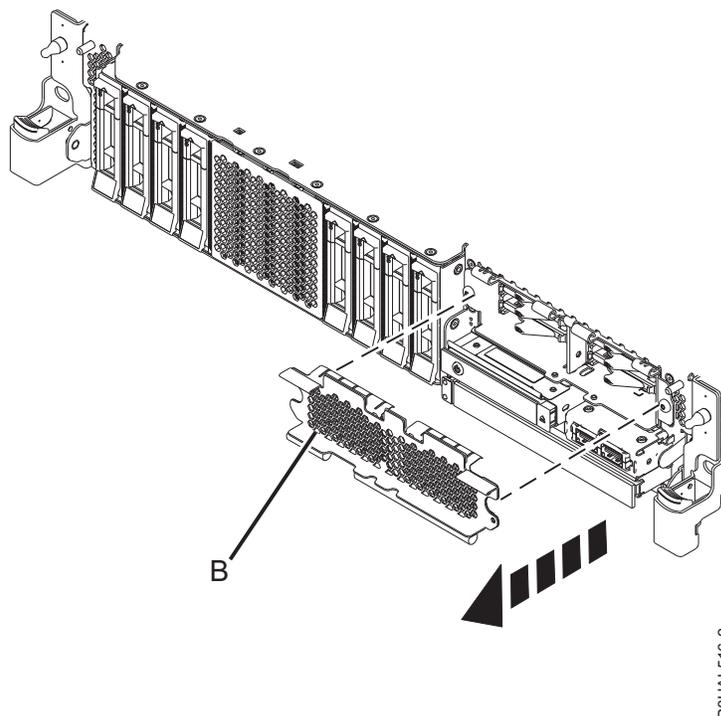

Figura 15. Remover a tampa da estrutura da unidade SSD para aceder às ranhuras de unidade SSD num sistema de função expandida
14. Para aceder às ranhuras SSD, remova a placa perfurada (B) que está a cobrir a estrutura de SSD, tal como é demonstrado em Figura 15.